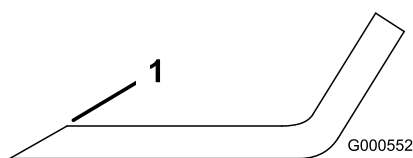
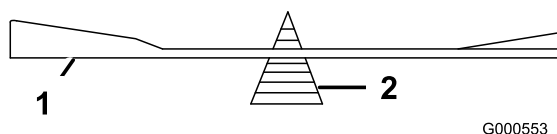

Figure 50
Figure 51
1. Au moyen d'une lime, aiguisiez les tranchants aux deux extrémités de la lame (Figure 50) en veillant à conserver l'angle de coupe d'origine. Limez la même
2. Vérifiez l'équilibre de la lame en la plaçant sur un équilibreur (Figure 51). Si la lame reste horizontale, elle est équilibrée et peut être utilisée. Si la lame est déséquilibrée, limez un peu l'extrémité de la partie incurvée seulement (Figure 50). Répétez la procédure jusqu'à ce que la lame soit équilibrée.